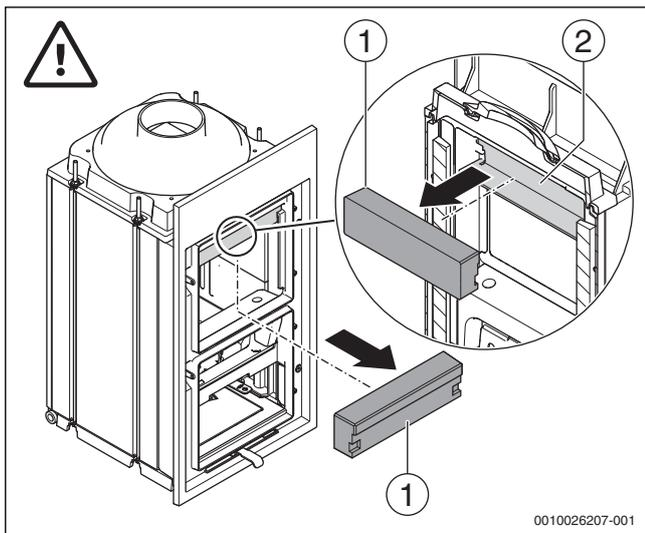

Bild 12 Oberen Stein ausbauen
- ▶ Durch die Füllraumtür greifen und den Stein (→ Bild 12, [1]) nach hinten entnehmen.